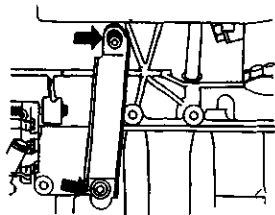

图 2-25 松开进气歧管支架的下紧固螺栓
5) 松开进气歧管支架的下紧固螺栓, 如图 2-25 所示。